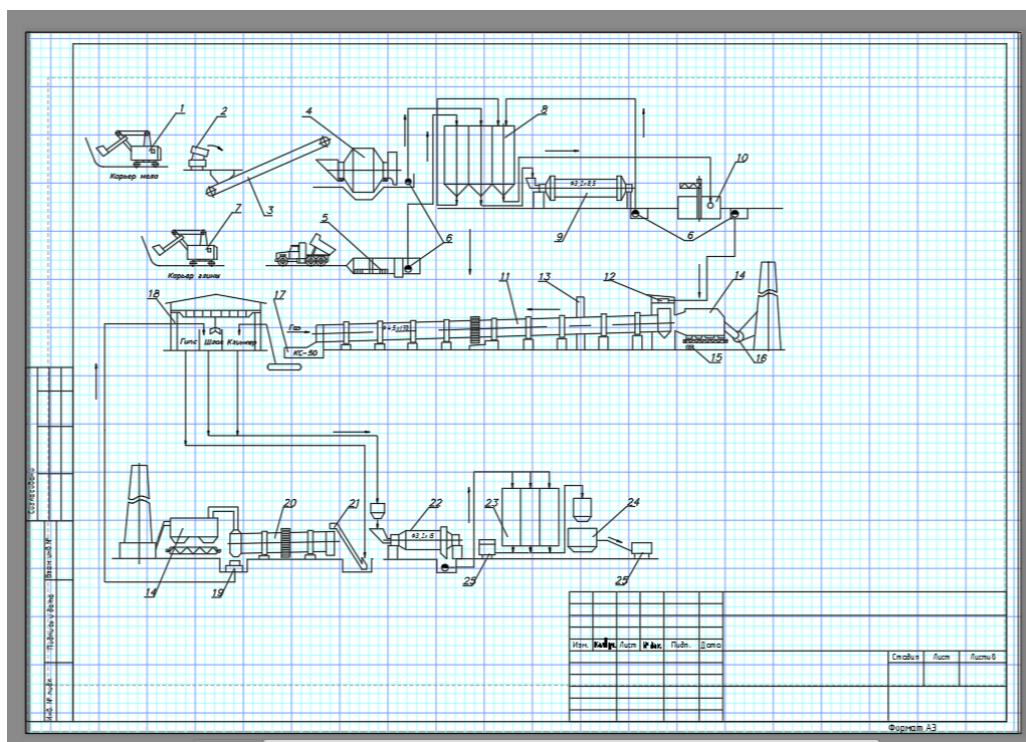

Рис. 129. Результат добавления рамки со штампом
10. В результате вставится рамка со штампом (рис. 129), который теперь можно заполнять, согласно требованиям ГОСТ 2.104-2006 (см. п. 4.2.2).